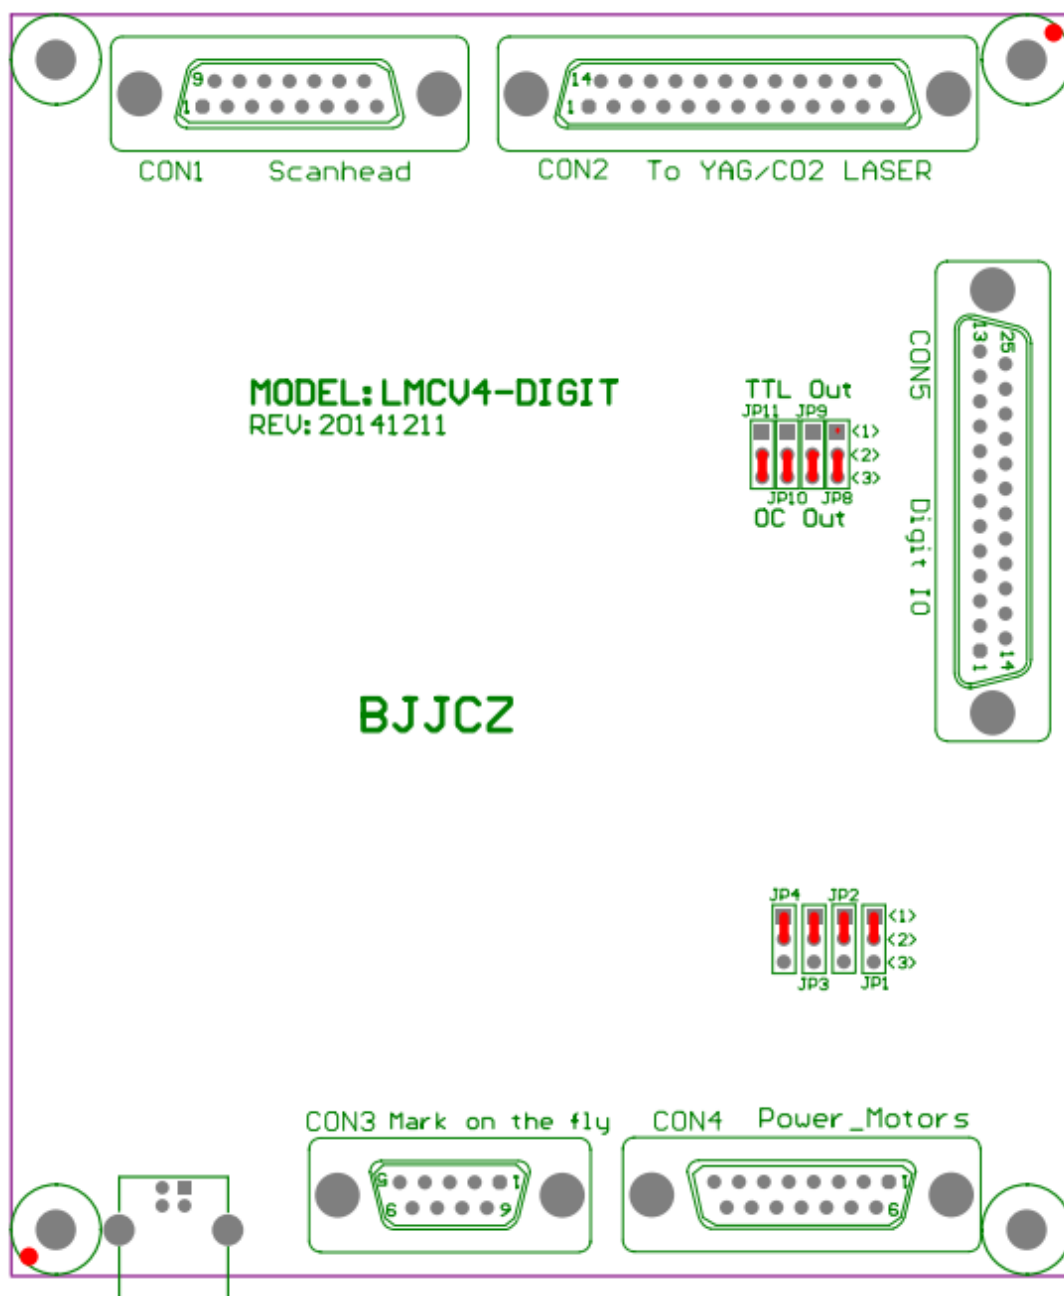

图 2-6 数字卡跳线位置示意图
在图 2-6 中, 有一个 SW1 的位置上, 焊接了一个拨码开关。此拨码开关为板卡索引号, 0——7。在多块卡同时工作时, 用以区分不同的板卡。拨码开关左侧的 0, 1, 2 分别对应为二进制的 b2 b1 b0。将拨码开关的位置拨向左侧 (ON) 的位置表示该位为 0, 否则为 1。